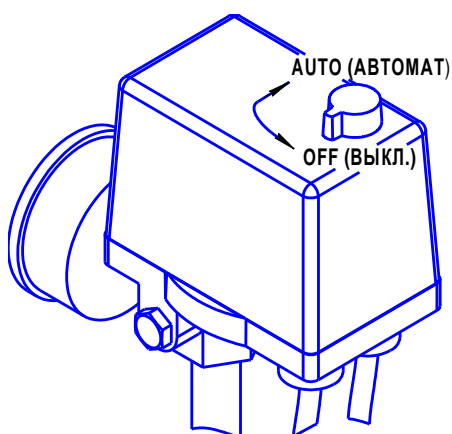

Рисунок 3
- 1 Проверьте, чтобы выключатель на маностате находился в выключенном положении "OFF" (см. рисунок 3).
двигатель остынет до допустимой температуры переключите выключатель на маностате в положение "OFF" (см. рисунок 3), а затем включите компрессор переключив выключатель в положение "AUTO".